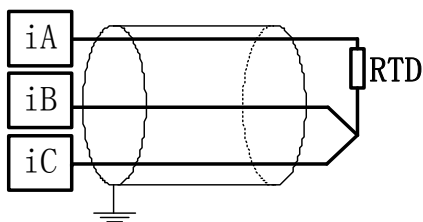

图 4-2-10 热电阻输入接线方法
(1) 热电阻传感器：热电阻传感器输入（如 PT100）采用三线制接线方式，分别连接 iA 端子、iB 端子及 iC 端子，屏蔽线接电源地。如图 4-2-10 所示：